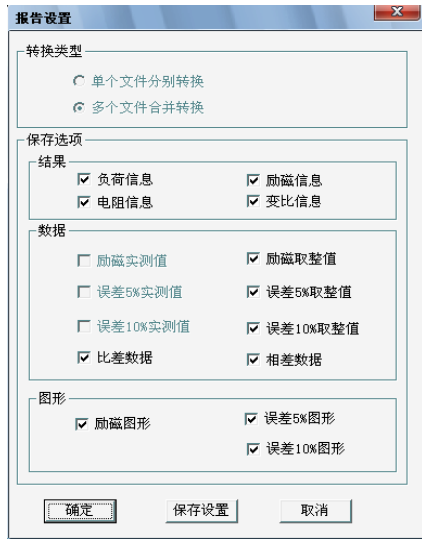

图 3.5 单个文件分别转换报告设置界面
- 1、选择文件：用鼠标选择单个文件，按住 **ctrl** 键可以选择多个试验文件，或按**全选**选择所有文件，再点击**生成报告**，弹出**报告设置**对话框如图 3.5。